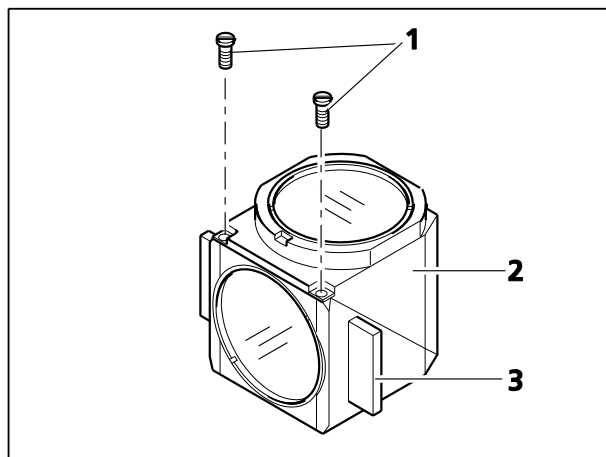

Fig. 22 Remplacement du séparateur de faisceau
- Dévisser les deux vis fendues (Fig. 22/1) à l'aide d'un tournevis.
- Maintenir ensemble les deux moitiés du module réflecteur (moitié **émission** (Fig. 22/2) et moitié **excitation** (Fig. 22/3) ; les tourner dans la position opposée à leur position d'installation, puis les déposer.